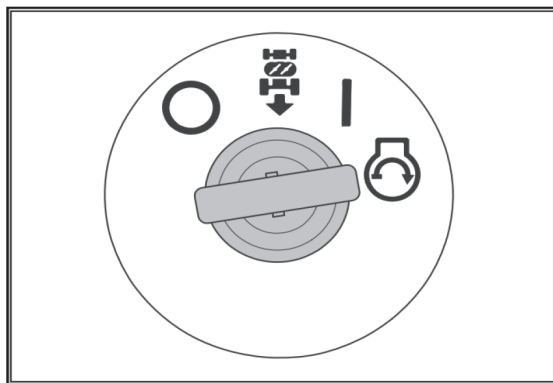

Рис. 30
3. Вставьте ключ зажигания в замок и поверните его в положение «Старт» (Рис.30). Когда двигатель запустится, немедленно отпустите ключ зажигания, и он автоматически возвратится в положение ON (I), когда вы отпускаете его.